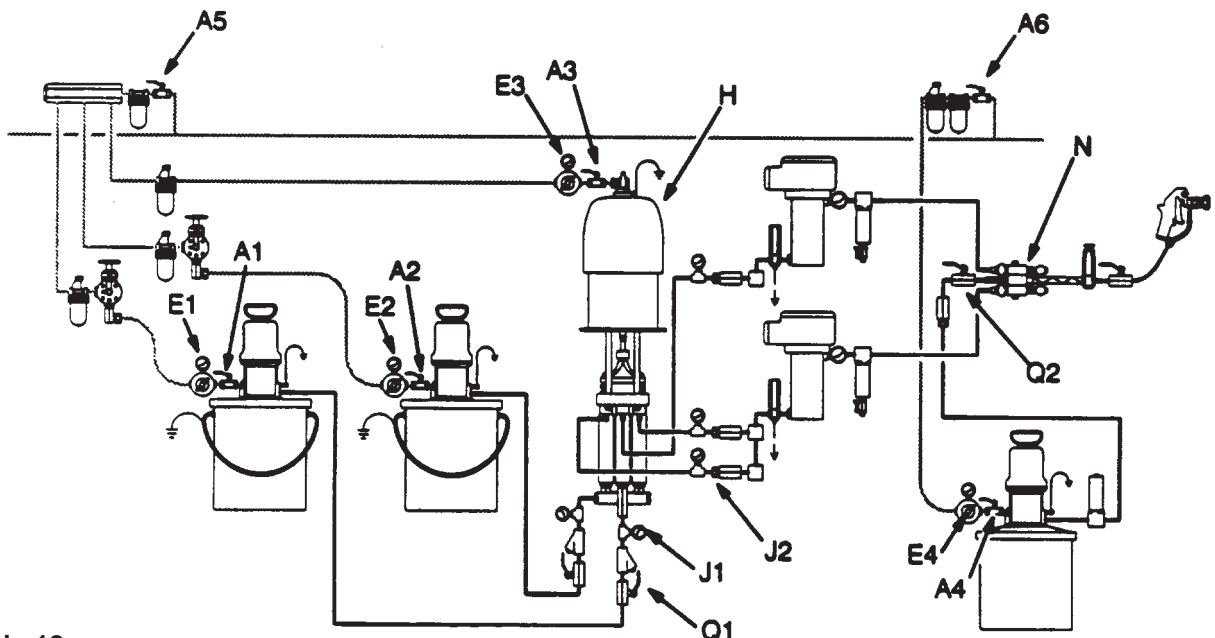

Abb. 12
4. Sicherstellen, dass die Luftregler für die Zuführpumpen (E1, E2) auf Minimaldruck eingestellt sind. Siehe Abb. 12.
5. Hauptluftventil (A5) öffnen. Siehe Abb. 12.
9. Sobald die Härter Leitungen durchspült sind, Mischventillhandgriff sowie das Ablassventil (P1) schliessen. Luftventil (A1) schliessen. Siehe Abb. 12.
- a. Sicherstellen, dass der Lösemittelpumpen–Luftregler (E4) Minimaldruck hat. Siehe Abb. 12.
- b. Hauptluftventil (A6) der Lösemittelpumpe und Pumpenluftventil (A4) öffnen. Siehe Abb. 12.
- e. Absperrventil (Q2) für Lösemittleitung schliessen. Siehe Abb.12.